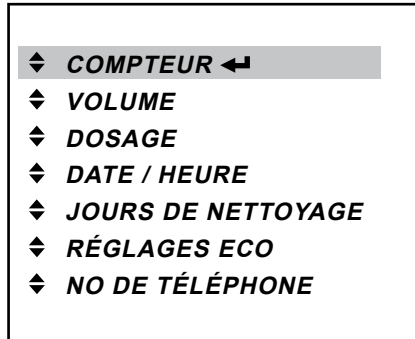

Fig. 33
- Activez le menu « COMPTEUR » dans le mode exploitant et appuyez sur la touche d'entrée ← pour l'afficher. (Fig. 33)